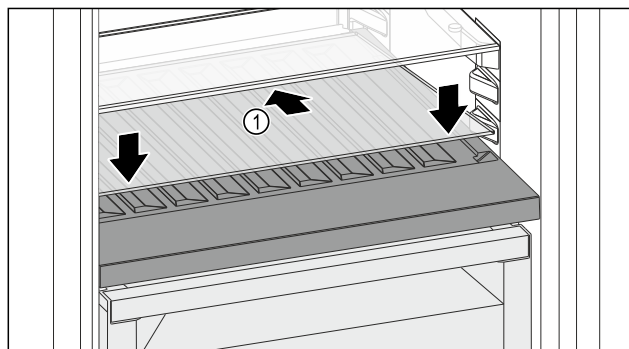

Fig. 166
- ▶ Stekleno ploščo Fig. 166 (1) namestite postrani, nagnjeno spodaj nazaj.
- ▶ Stekleno ploščo Fig. 166 (1) spustite spredaj.